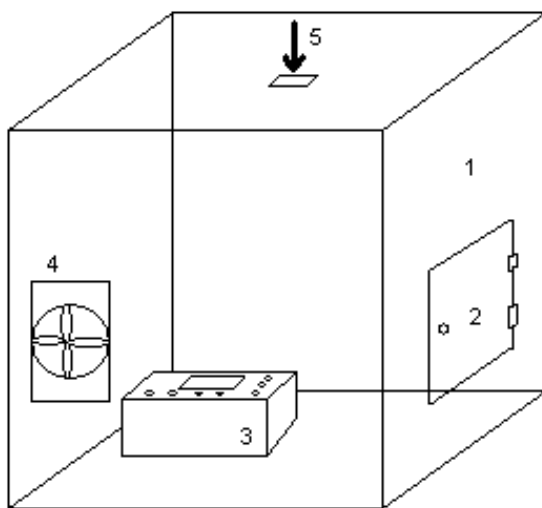

Рис. 3. Схема газовой камеры КГ-100 для проверки переносных ГС «КОМЕТА-М» серии ИГС-98.
3.4.2. Для этого собирают установку, изображенную на рис. 3. Прибор помещается полностью в камеру через герметичный люк. В камере из прозрачного